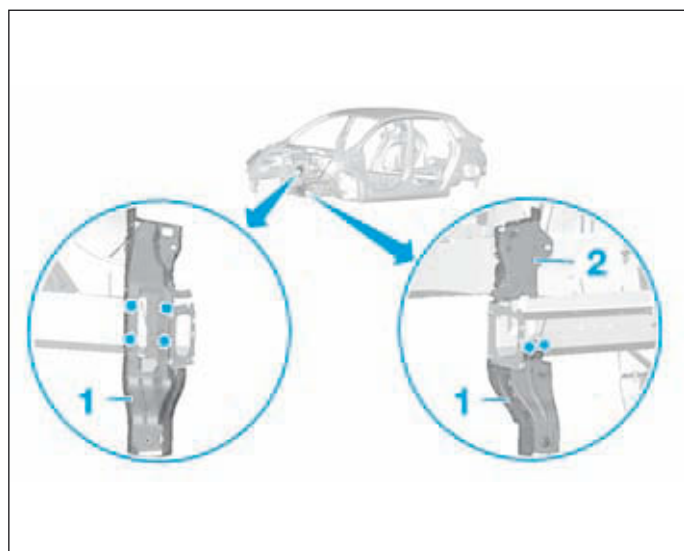

FIG.1
- Dépointer les points de soudure (Fig.1).